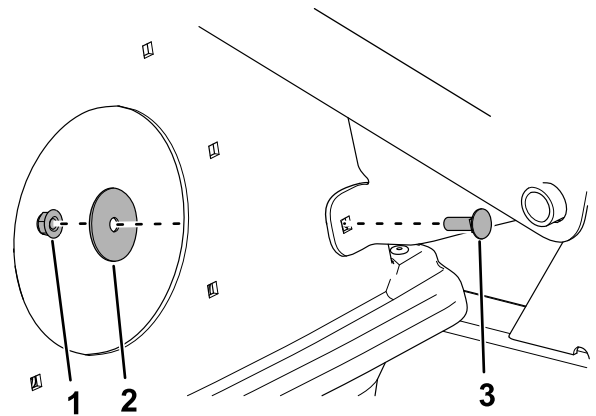

Figura 5
- Retire el perno, la arandela y la tuerca del soporte de giro (Figura 5).
7. Instale los herrajes del soporte de giro de la Figura 5.